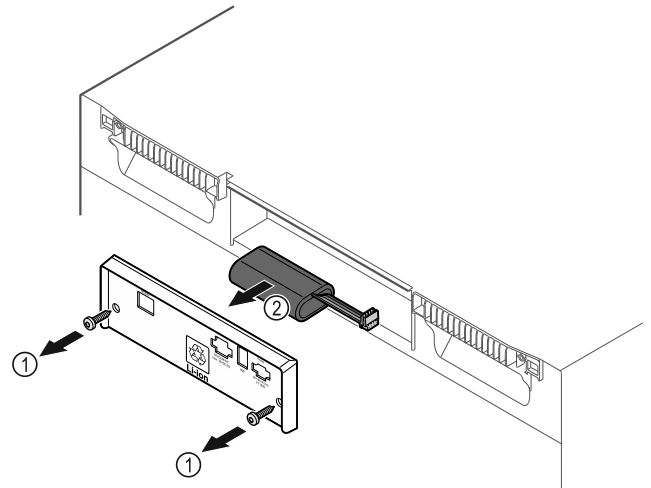

Fig. 229
- ▶ Desenroscar los tornillos y retirar la cubierta de la parte trasera del electrodoméstico Fig. 229 (1).
- ▶ Desconectar la batería y extraerla Fig. 229 (2).